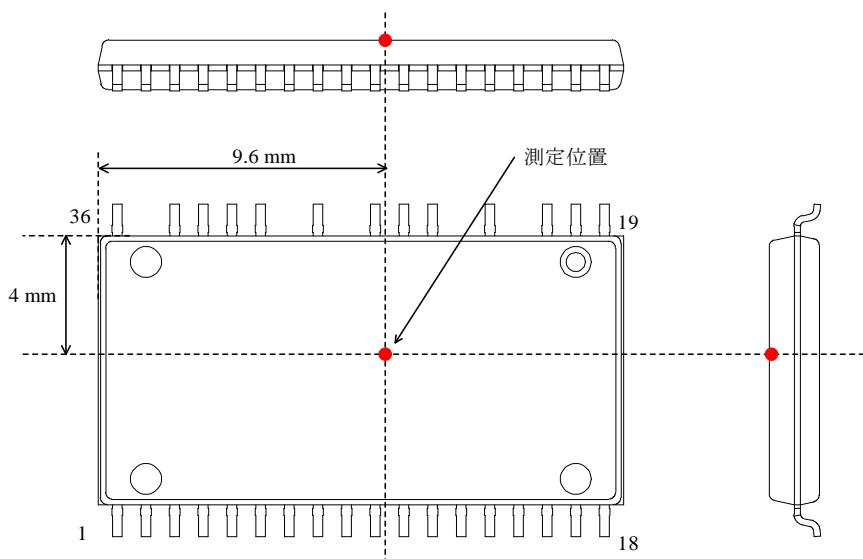

図 3-2 ケース温度測定位置
(1) ケース温度は図 3-2 で規定
(2) 基板実装時 (1.6 mm、銅箔 35 μm、CEM-3、モールドなし、自然空冷)